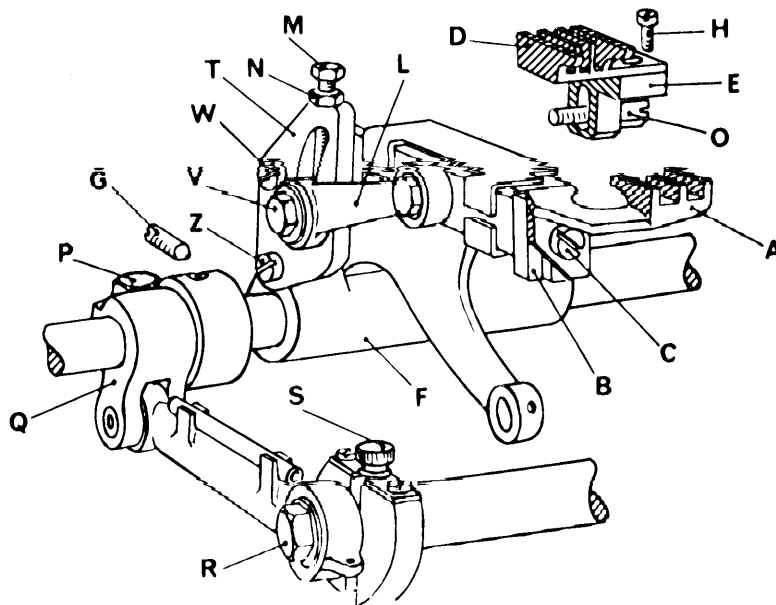

fig. 8
6. Montaggio e regolazione griffe (fig. 8)
Centratura griffe (fig. 8).
Regolazione differenziale (fig. 8).
- Per regolare la lunghezza del punto si deve allentare il dado R (fig. 8) e ruotare la vite S dell'allungapunto; in senso orario si accorcia il punto, in senso antiorario si allunga. Il dado R si allenta girando verso destra.
e) Variazione lunghezza punto (fig. 8)